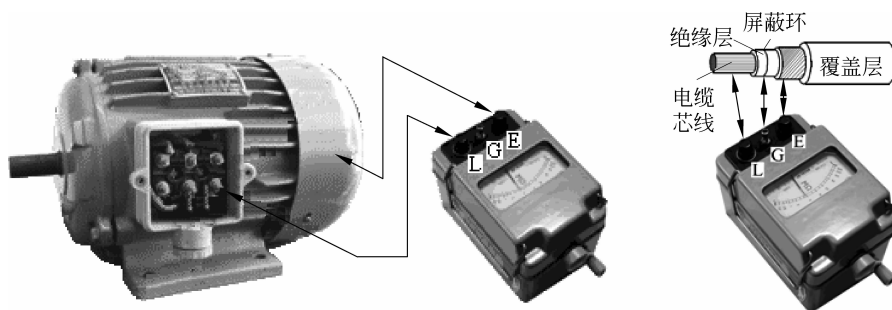

图 3-9 兆欧表的接线
(1) 校表。测量前,应将兆欧表进行一次开路 and 短路试验,检查其性能是否良好。将两条连接线开路,摇动手柄,指针应指在“ ∞ ”处;再把两条连接线短接一下,指针应指在“0”处。符合上述条件者即为良好,否则不能使用。
(2) 将被测设备与线路断开,对于大电容设备,还要放电。
(3) 选用电压等级符合的兆欧表。
(4) 测量绝缘电阻时,“L”端接被测导体,“E”端接地,但在测量电缆的对地绝缘电阻或被测设备的漏电流较严重时,就要使用“G”端,并将“G”端接屏蔽层或外壳,如图 3-9 所示。线路接好后,可按顺时针方向转动摇把,摇动的速度由慢而快,当转速达到每分钟 120 转左右时,保持匀速转动,1 分钟后读数,并且要边摇边读数,不能停下来读数。